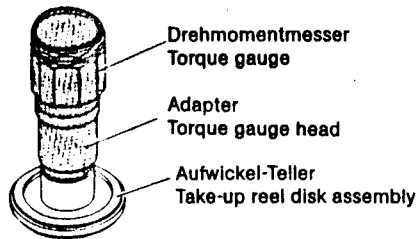

Fig. 4.5 Aufwickelzug prüfen
5. Den Drehmomentmesser auf den Aufwickelteller setzen (Fig. 4.5).
7. Bei nicht korrekten Werten, Feder (A) des Zwischenrads, Kupplung und Kupplungs-Riemen prüfen.